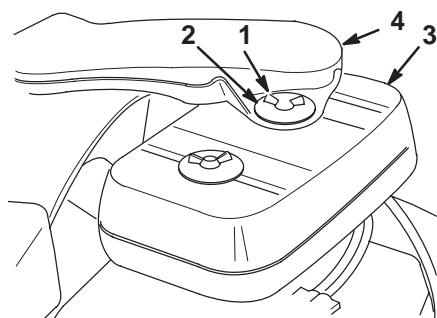

Bild 26
3. Reinigen Sie den Bereich um den Luftfilter herum, um zu verhindern, dass Schmutz in den Motor fällt und Schäden verursacht (Bild 26).
4. Entfernen Sie die Flügelschrauben, die Scheiben, den Ansaugschacht und den Luftfilterdeckel (Bild 26).
2. Bringen Sie die Flügelschrauben, Scheiben, den Ansaugschacht und den Luftfilterdeckel, die Sie vorher entfernt hatten, wieder an (Bild 26).